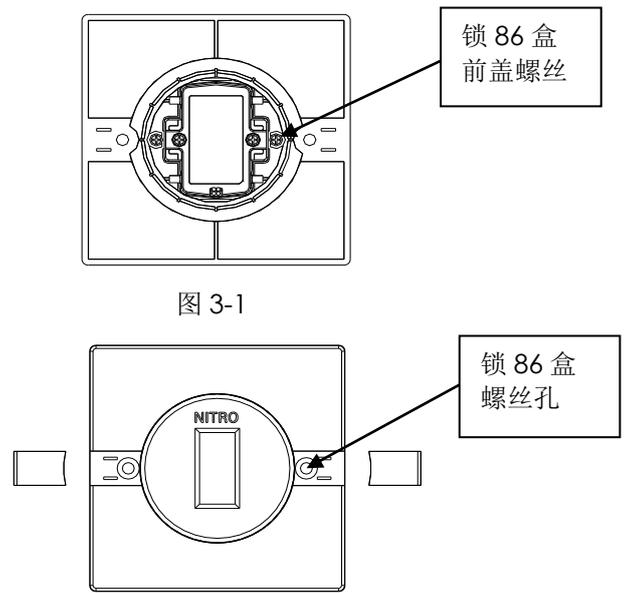

图 3-1
- 5.2 把 NS-CP9/NS-CP9D 装入 86 盒前盖内，锁紧两螺丝使 NS-CP9/NS-CP9D 固定在 86 盒前盖上，如图 3-1 示；